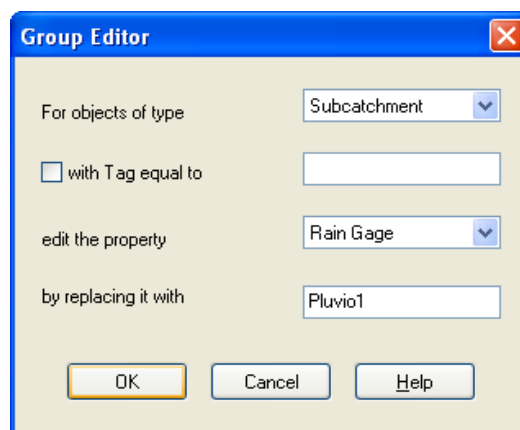

Figure 5: Editeur de groupe
- 2- Ensuite sélectionner **Edit>>Group Edit** pour faire apparaître la boîte de dialogue d'édition de groupe (cf. figure 5)